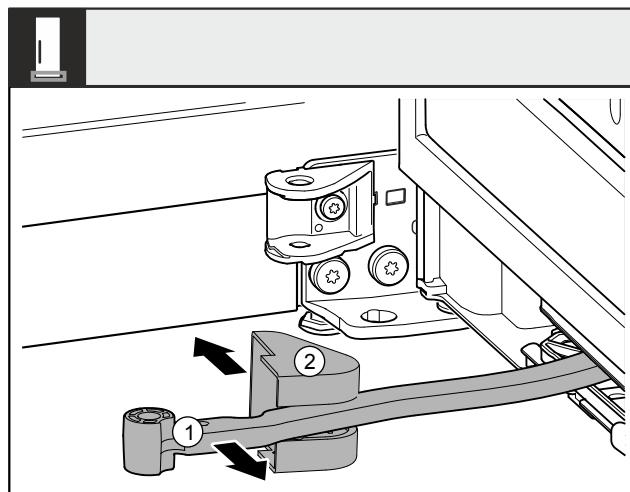

Fig. 9
- Gire la bisagra Fig. 9 (1) hacia la puerta.
- Retire la cubierta del soporte del cojinete Fig. 9 (2).